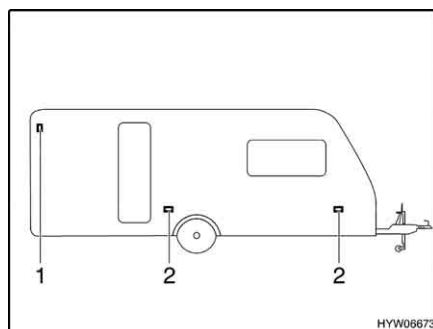

Fig. 146 Luci laterali
- Svitare le viti degli involucri (Fig. 146,2).
- Sollevare la copertura con un attrezzo adatto (p. es. un cacciavite). Applicare l'utensile sull'intaglio nell'involucro (Fig. 146,1).